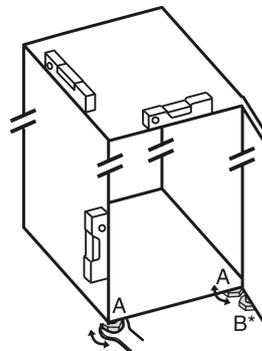

Fig. 8
- ▶ Stellfüße Fig. 8 (A) mit beiliegendem Gabelschlüssel und mit Hilfe einer Wasserwaage herausdrehen, bis das Gerät fest und ebenstehend ausgerichtet ist.
- ▶ Stellfuß Fig. 8 (B) am Lagerbock mit beiliegendem Gabelschlüssel herausdrehen, bis er auf dem Boden aufliegt.
- ▶ Stellfuß Fig. 8 (B) um 90° weiter drehen.